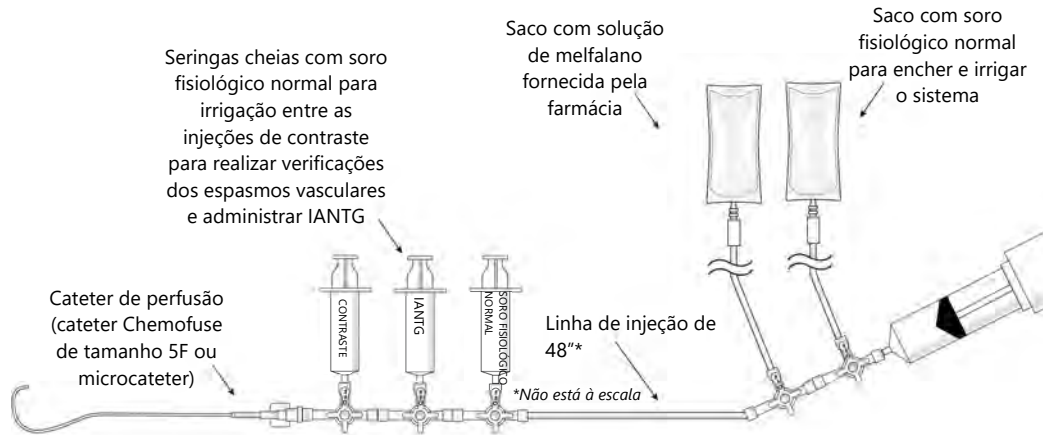

Figura 28
- (a) Quando o circuito de hemofiltração estiver a funcionar satisfatoriamente e o doente estiver hemodinamicamente estável, irrigue a linha de perfusão arterial hepática com soro fisiológico normal para evitar misturar diretamente a heparina com o agente quimioterápico (cloridrato de melfalano). Ligue a linha de perfusão do fármaco ao cateter de perfusão da artéria hepática (cateter Chemofuse® de tamanho 5F ou microcateter), conforme ilustrado na Figura 28 para completar o circuito de administração do fármaco.